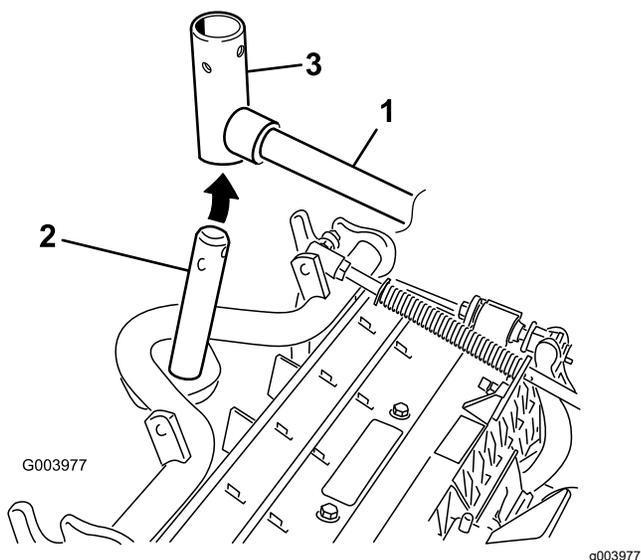

Figura 8
- Nas unidades de corte dianteiras, faça deslizar uma unidade de corte sob o braço de elevação enquanto insere o veio da estrutura de suporte para cima para dentro da forquilha da articulação do braço de elevação (Figura 8).
- Insira a forquilha do braço de elevação no veio da estrutura de suporte (Figura 8).